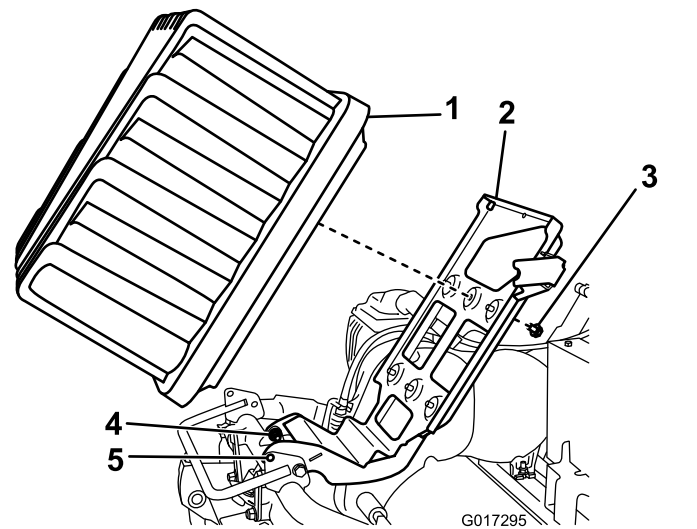

Figura 12
5. Afloje los 2 pernos/tuercas de pivote media vuelta cada uno (Figura 12).
6. Levante la bandeja de la batería hasta que los taladros de bloqueo de la base y del bastidor queden alineados (Figura 12).